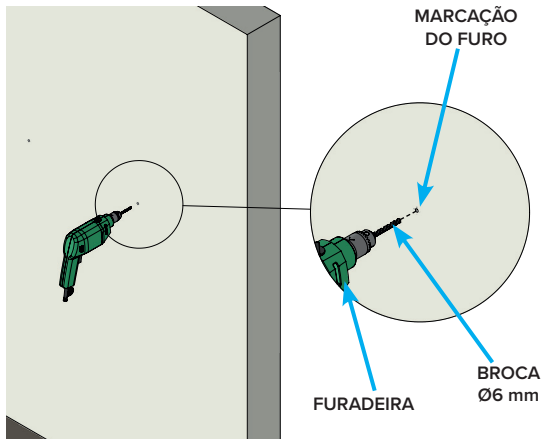

Figura 12 – Furos na parede
**4. UTILIZAR** a furadeira com a broca Ø6 mm instalada para realizar os furos (Figura 12);